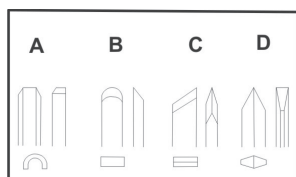

Рис. 4
3.3.3 Виды применяемых резцов (в комплект поставки не входят) рис.4: